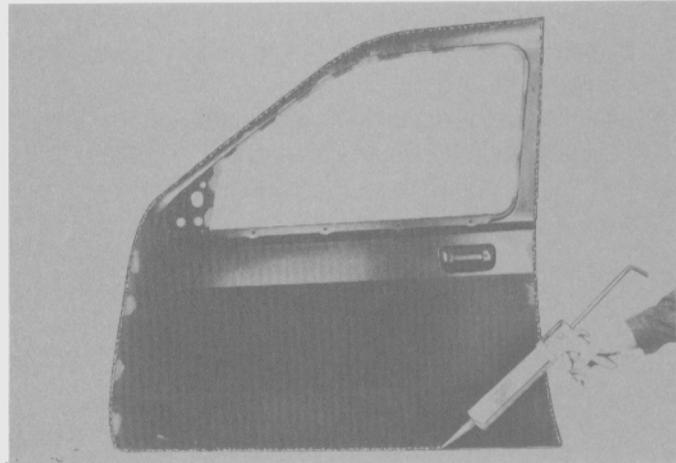

Fig. 183
- Cubrir las pestañas con imprimador anticorrosivo para soldaduras (Fig. 183). (Ver Sección 6A de este Capítulo).